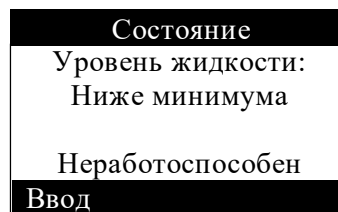

Рис. 3. Индикация состояния прибора.
7.4. После включения прибора на индикаторе отобразится уровень тестирующей жидкости в баке установки и информация о работоспособности прибора (рис. 3).